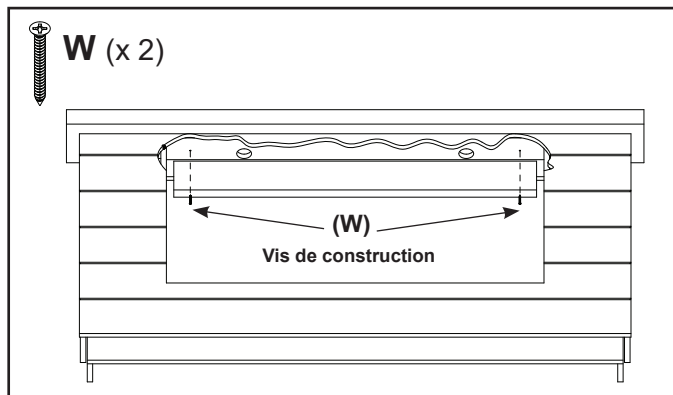

Figure 31
Vous pouvez utiliser deux (02) vis de construction (W) pour fixer l'étagère du manteau de foyer de l'intérieur de la cavité de l'appareil. Il existe deux trous de guidage dans la partie supérieure interne (pièce « G »). Voir la figure 31.